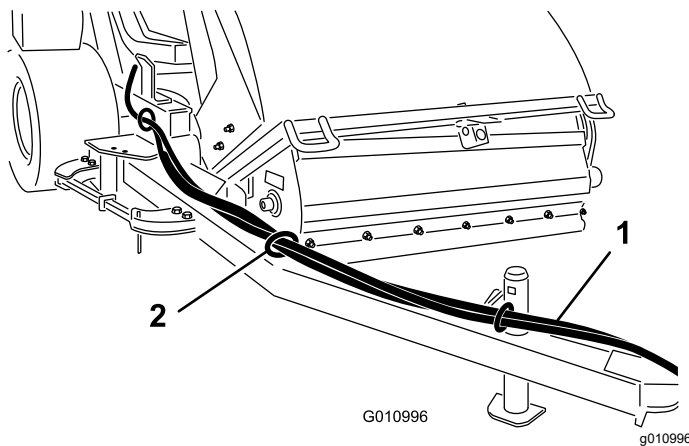

Figure 11
1. Faites passer les flexibles hydrauliques et le faisceau de câblage dans les guides-flexibles jusqu'à l'avant de la flèche d'attelage (Figure 11).